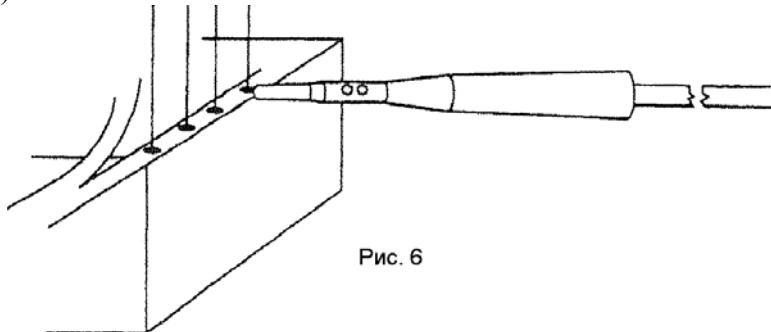

Рис. 6
- A. Выбрав держатель электрода с электродом и установив надлежащий уровень тока (см. стр.21), закрепите сварочный материал на поврежденном участке в режиме ручной работы аппарата (единичные импульсы). Плотно прижмите электрод на сварочный материал и разрядите ток, нажав ножной выключатель. Поднимите ногу с выключателя и переместите электрод в другую точку на сварочном материале. Снова нажмите на ножной выключатель, чтобы закрепить материал. Повторяйте данную процедуру во всех крайних точках сварочного материала и, если требуется, в других точках по длине листа (рис. 6).